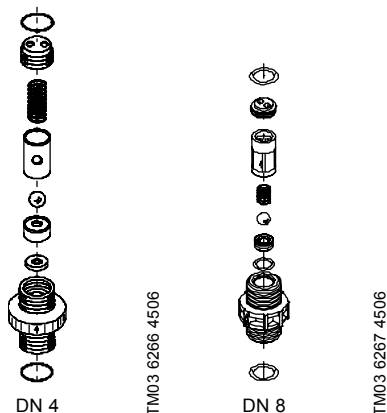

Fig. 45 Soupape DN 4 / soupape DN 8, à ressort
- Démonter la partie intérieure (selon fig. 45).